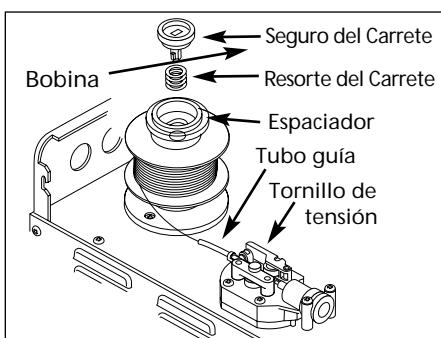

Figura 3 - Enrutamiento del Alambre para Soldadura
*Vea las instrucciones de ensamblaje en la Figura 3.